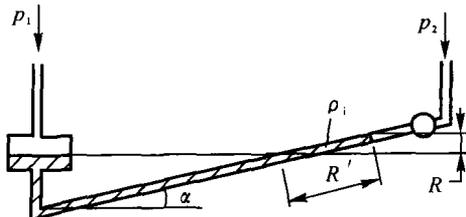

图1-3 倾斜压差计
(2) 倾斜压差计:被测流体压差较小时,读数 R 很小,此时可采用倾斜压差计得到较为精确的读数 R' ,如图1-3所示。若压差计的倾斜角度为 α ,则压差为